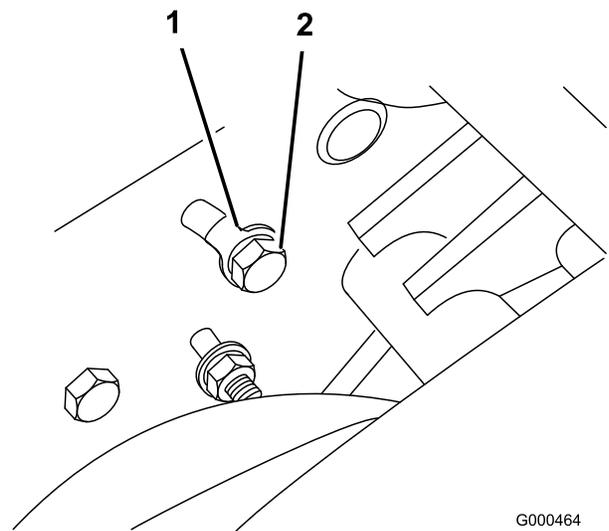

Bild 47
A. Lösen Sie an der Rückseite der Seitenplatte die Schraube, mit der die Spannscheibenhalterung an der Seitenplatte befestigt ist (Bild 47).